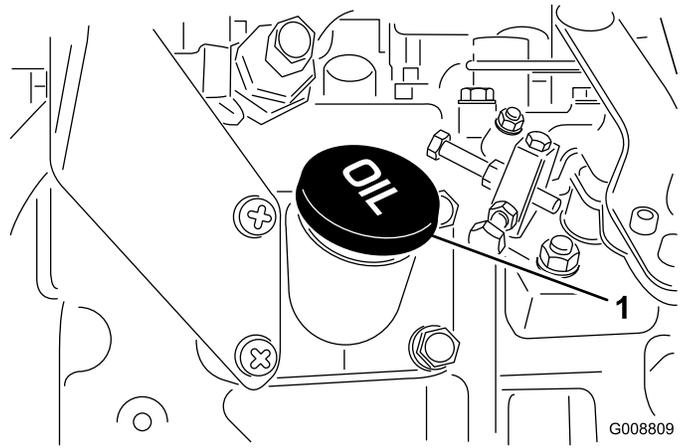

Figura 35
4. Si el nivel de aceite está por debajo del intervalo seguro, retire el tapón de llenado (Figura 35) y añada aceite hasta que el nivel llegue a la marca FULL. **No llene demasiado.**